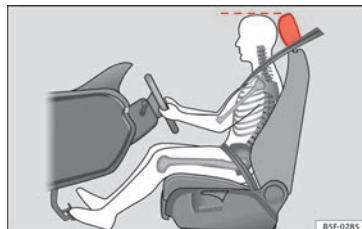

Abb. 85 Die richtige Kopfstützeinstellung des Fahrers.
- Stellen Sie die Kopfstützen so ein, dass die Oberkante der Kopfstütze sich möglichst auf einer Linie mit dem oberen Teil Ihres Kopfes befindet »» **Abb. 85**.